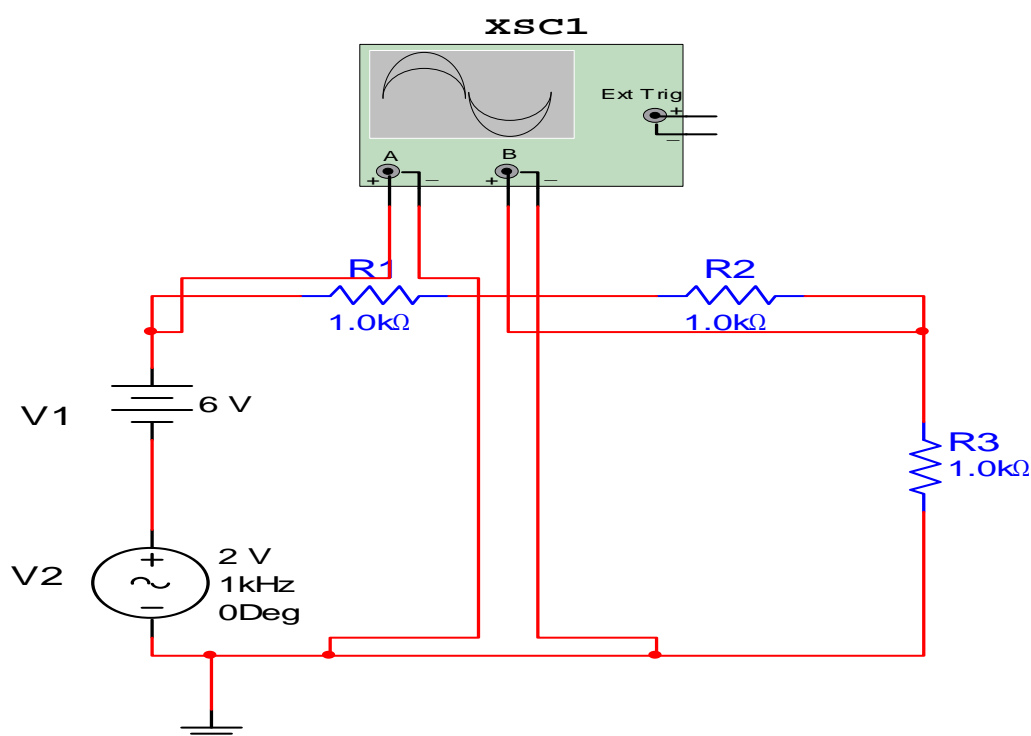

Fig. 2
2. Con el osciloscopio y el adaptador en DC medir la entrada con el canal 1 y la salida en R3 con el canal 2 Fig. 2